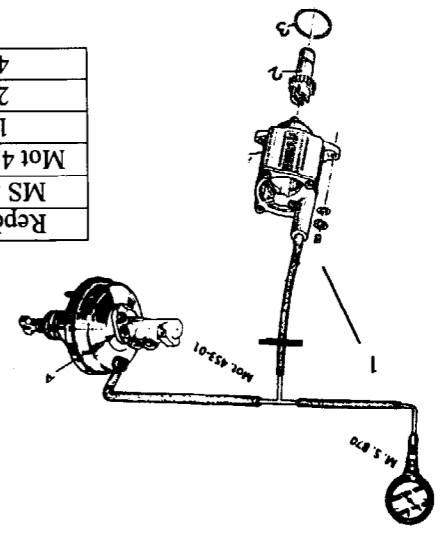

FIG 1
• Pincer le tuyau situé entre la pompe à vide et le raccord en « T » (voir fig. 1).